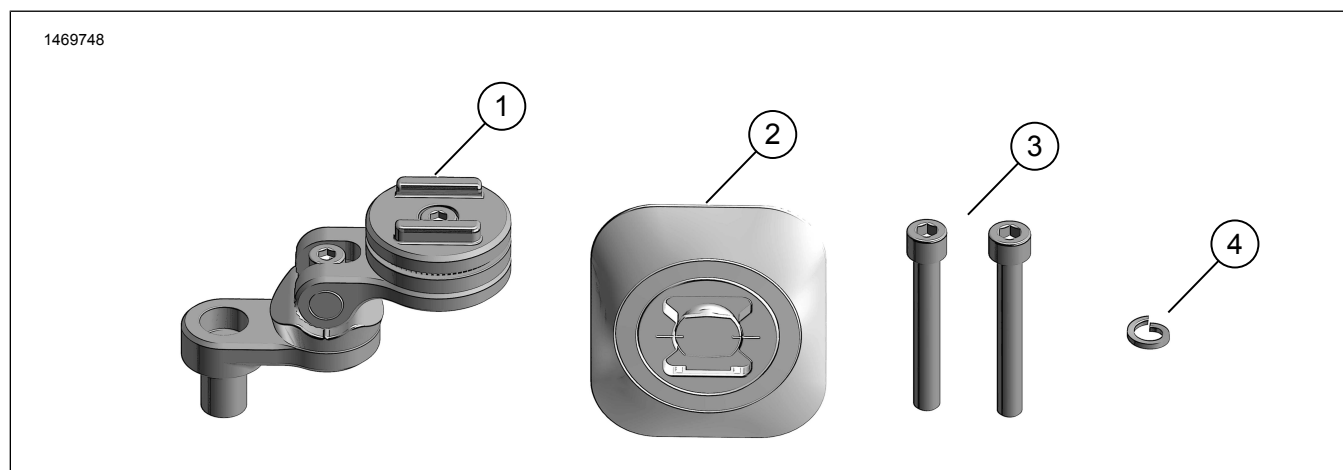

Figure 1. Contenu du kit : Support de téléphone universel avec support embrayage
1. Figure 1 Installez l'interface universelle (2).